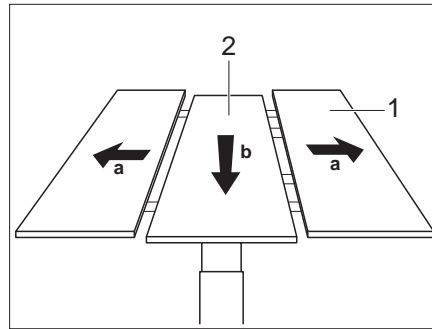

Fig. 96 Relever la partie médiane
- Ecarter l'une de l'autre les parties extérieures (Fig. 96,1) de la table.
- Presser la partie médiane (Fig. 96,2) de la table fortement vers le bas. La partie médiane est poussée vers le haut par la force du ressort.
- Presser la partie médiane (Fig. 96,2) de la table fortement vers le bas. La partie médiane se verrouille dans la position inférieure.